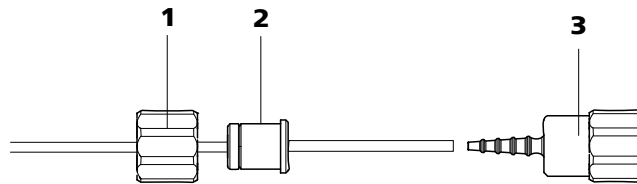

Figura 31 Instalación de una conexión de tubo de bomba sin filtro
- **Caso B:** una conexión de tubo de bomba **sin filtro** 6.2744.160 (véase Figura 31, página 56).